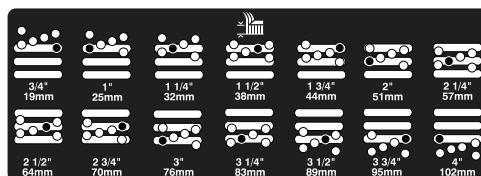

図 4
5. 希望の刈り高にチェンバを合わせ、その刈り高の穴とスロットにスペーサを通して図 4。